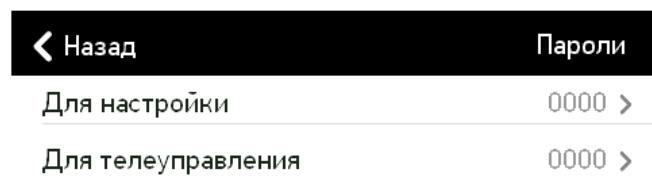

Рисунок 5.34. Меню «Пароли».
- «Пароли» (рисунок 5.34). В данном меню можно изменить следующие пароли: